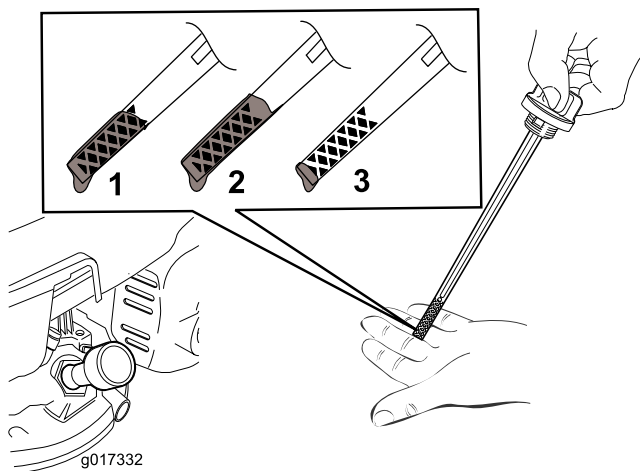

Figura 38
3. Verificați nivelul de ulei indicat pe joja (Figura 38).